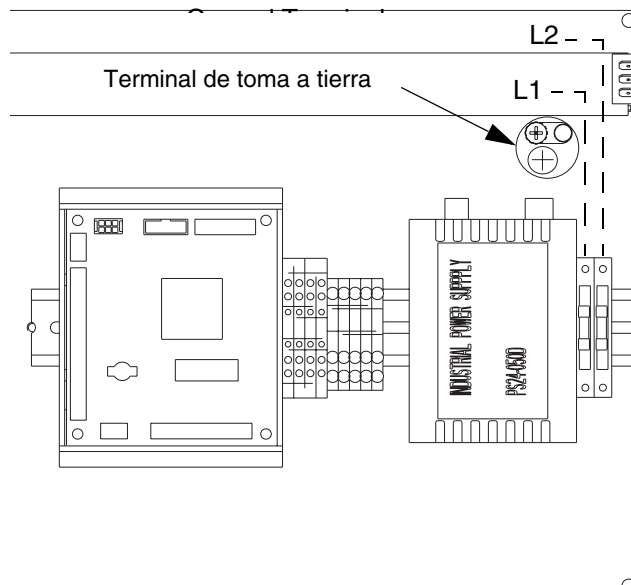

FIG. 7
Conecte un cable a tierra desde la masa de tierra del armario del dispositivo de control PrecisionFlo LT hasta una toma a tierra verdadera. Vea FIG. 7. Se suministra un cable de toma a tierra 10 AWG de 7,6 m (25 pies) de longitud con abrazadera, No. de Serie 222011.
2. Utilice cables del calibre adecuado para conectar el suministro de energía eléctrica L1 y L2 en la parte superior del bloque de terminales fusibles, vea FIG. 7, página 18.